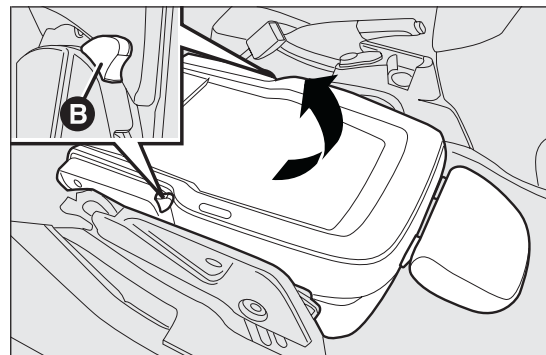

fig. 20
- actuar en las palancas B fig. 20 y volver a levantar el asiento.